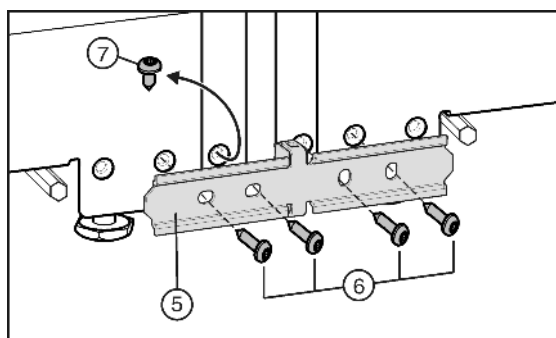

Fig. 6
- ▶ Om skåpet är utrustat med den förmonterade skruven Fig. 6 (7): skruva ut skruven.
- ▶ Fäst förbindelseplåten Fig. 6 (5) löst på ett skåp med två skruvar Fig. 6 (6).